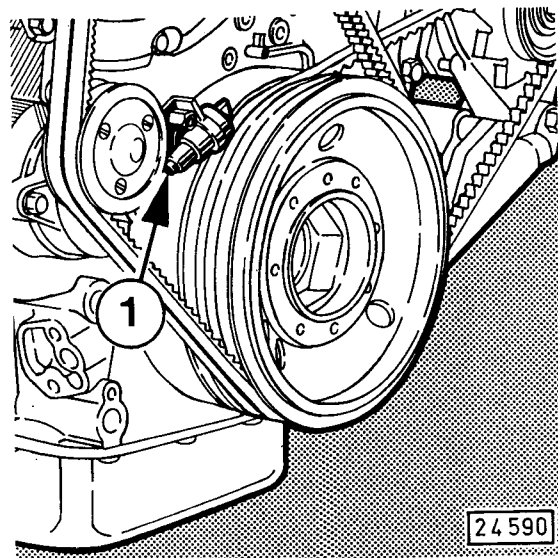

Fig. 43
Bei Keilriemenriß wird der elektr. Schalter 1 (Fig. 43) durch die Spannrolle betätigt und ein akustisches Signal oder ein Lichtsignal ausgelöst.
- Funktionsprüfung durch Eindrücken des Stiftes 1 (Fig. 43) mit dem Finger.